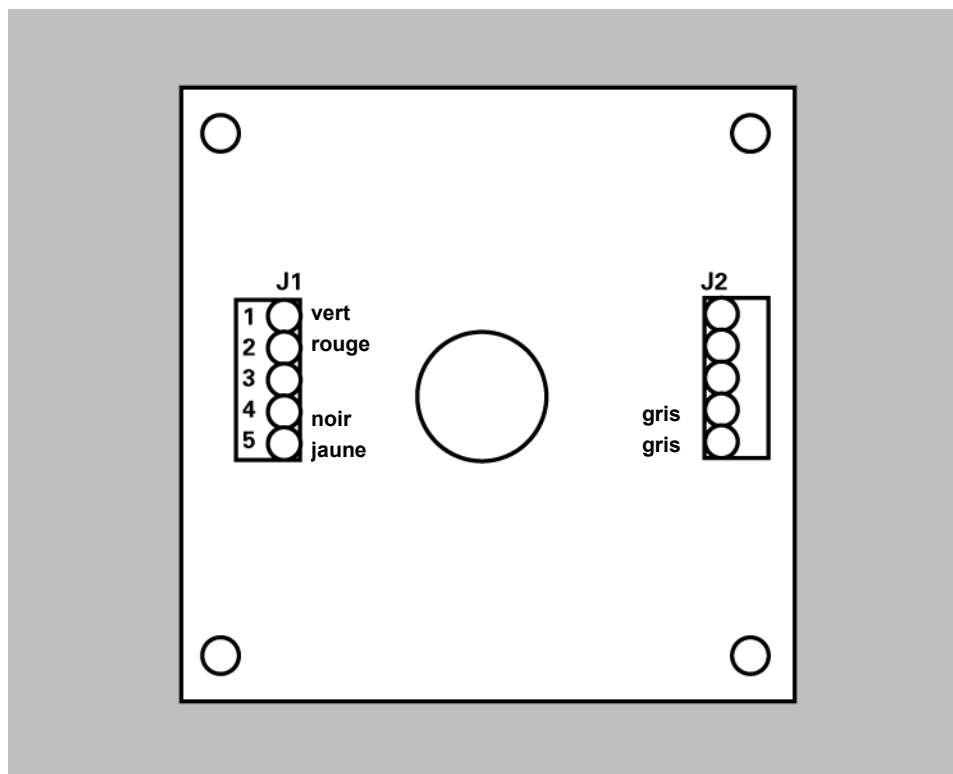

Figure 43
3. Connectez les conducteurs de l'autre extrémité du câble au bornier J1 sur le circuit imprimé dans le boîtier de l'interrupteur, comme illustré à la *Figure 43*.
10. Connectez les conducteurs du câble au bornier J1 sur le circuit imprimé du boîtier de commutateur n° 2, comme illustré à la Figure 43 (comme pour la configuration à commutateur unique).